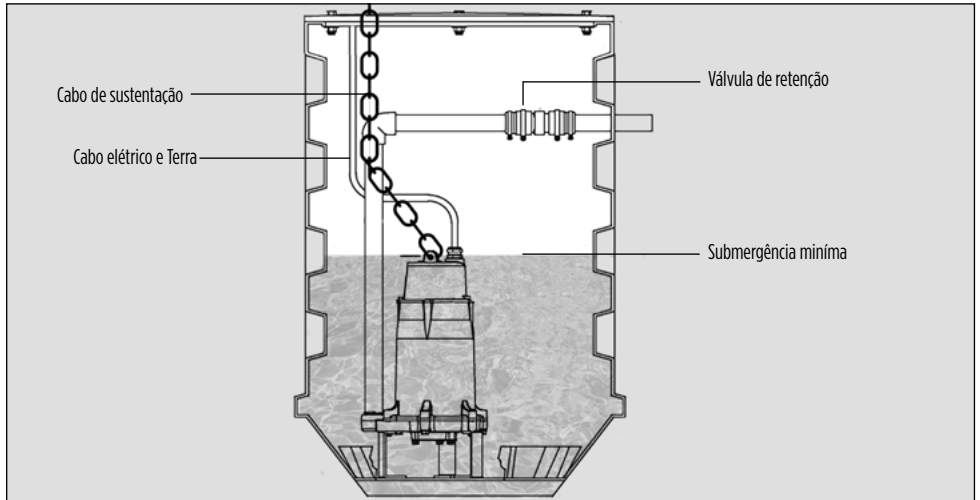

Figura 3 - Esquema de instalação da motobomba trituradora
- As motobombas submersíveis devem trabalhar sempre totalmente submersas, com 10 cm de líquido acima da tampa do motor, no mínimo. Para a série Brava monofásica com boia elétrica integrada ao produto, observe os níveis mínimos de submersão conforme figura 3.